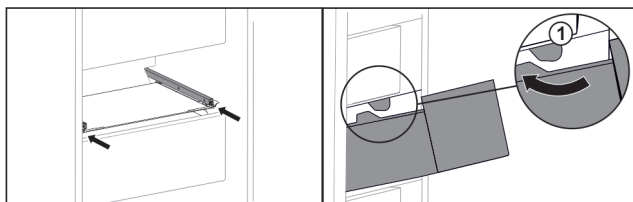

Fig. 143
- ▶ Preved'te zásuvku okolo zarážok Fig. 143 (1).